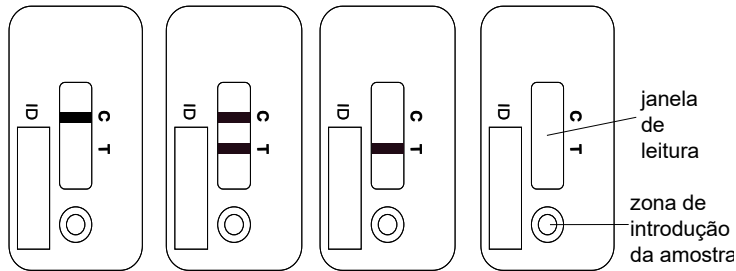

Figura 1A Figura 1B Figura 1C Figura 1D
- Em um resultado válido, a linha de controle (C) tem que ser sempre visível (ver figura 1A e figura 1B). É um teste de controle/validação que não pode ser usado para interpretar a linha de teste (T). Se a linha de teste (T) não for detectável após os 15 min de incubação (figura 1A), a concentração de infliximabe presente na amostra é inferior ao limite de detecção. Se a linha de teste (T) for detectável após os 15 min de incubação (figura 1B), a concentração da infliximabe presente é calculada pelo Quantum Blue® Reader.